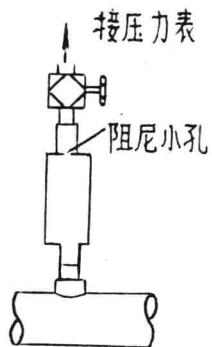

图1-11 阻尼装置
(4) 当被测压力波动频繁和剧烈时（如压缩机的进排气管），应采用阻尼装置。常用的阻尼作用有两种。一种是阻尼伐或阻尼小孔，使介质压力变化时，加大其进入压力计的阻力，如图1-11所示；另一种方法是采用脉动消除凹（扩大部分），其作用和缓冲凹相似。
(5) 在有振动的场合，为防止振动对测压的影响，可加装各种弹簧式或软垫式减振凹，或将压力引至没有振动的地方。
(6) 如果被测介质是液体，且仪表和取压点不在同一高度时，就要考虑导压管中液体重量产生的静压力影响，其修正值为